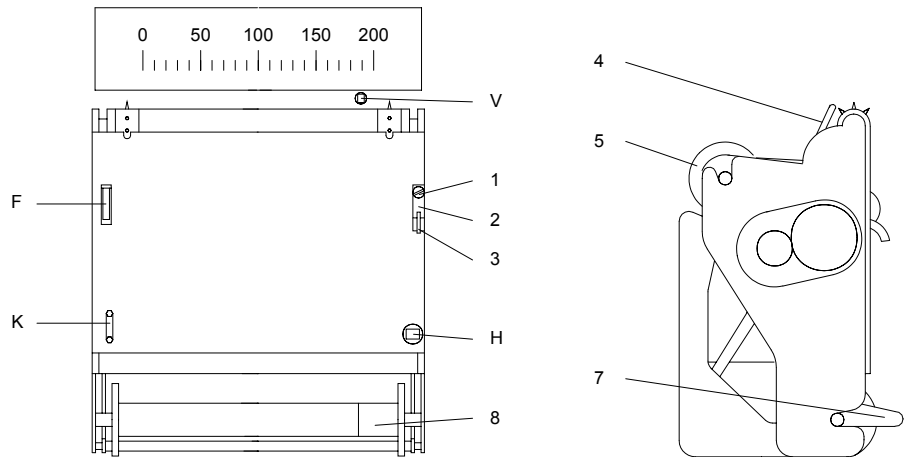

Bild 10 Papiertransportwerk für Typen 230.01, 240.0, 340.0, 340.0 RNR, 341.0, 361.0
Der Klebestreifen muss vollständig entfernt werden. Die Transportsicherungsrolle ist anstelle der Vorratswalze 5 (Bild 10) eingelegt. Sie sollte für einen späteren Versand aufbewahrt werden. Die Vorratswalze befindet sich bei der Variante mit Transportsicherung im Zubehörkarton.
5.1 Papiertransportwerk für Linienbandschreiber nach Bild 10
Mittelschenkel der Halterung ankippen. Halterung für Faserschreibelement zusammendrücken, aus der Gabel des Schreibhebels nehmen und Schreibelement entfernen. Schraube 1 Bild 10 lockern, Transportsicherung 2 anheben, um 180° drehen und Schraube wieder festziehen. Hebel 3 anheben und Transportwerk bis zum Anschlag nach vorn schwenken. Spannbügel 4 anheben. Diagrammrolle (Papp-Hülse) auf die Vorratswalze fest einstecken, so dass die Mitnehmerspitze in die Papphülse eindringt. (Die runde Perforation des Diagrammpapiers muss an Scheibe links liegen.) Vorratswalze wieder seitenrichtig (Anschlag auf der Rolle links) einlegen. Papier nach vorn ziehen und Perforation in Stiftwalze einlegen. Spannbügel 4 zurückklappen und Werk in das Gerät zurückschwenken. Klinken 7 anheben und Aufwickelwalze 8 herausnehmen. Papieranfang zu einer Spitze falten, in den breiten Schlitz der Aufwickelwalze gerade einschieben und einige Umdrehungen Papier aufwickeln. Der Formschluss der 2-teiligen Aufwickelwalze muss erhalten bleiben! Aufwickelwalze wieder einsetzen.
Papiertransportwerke mit Handaufzugsuhrwerk sind **nur** mit der beiliegenden Kurbel am Vierkant (Innen-Vierkant bei Typen 230.01, 240.0, 340.0, 340 RNR, 341.0 und 361.01 gemäß Bild 10 bzw. Außenvierkant bei Schreibwerken nach Punkt 5.2) durch Rechtsdrehung bis zur deutlich fühlbaren Sperre aufzuziehen, nicht bis zum Anschlag! Bei Werken mit Handaufzug oder Synchronmotor läuft nach Betätigen des Schalters das Band an.
7.3.1 Linien-Bandschreiber nach Bild 10